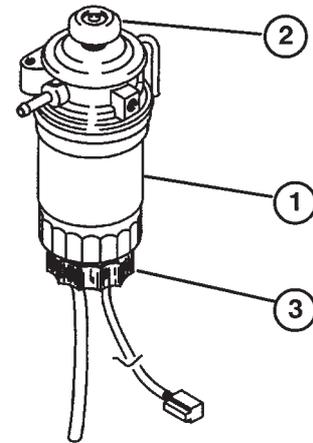

Fig. 6
3. Aprire di circa un giro il tappo di spurgo del filtro carburante/separatore d'acqua, e spurgare l'acqua accumulatasi. All'occorrenza, per spurgare l'acqua azionare la pompa di avviamento (Fig. 6). Al termine dello spurgo serrare il tappo.